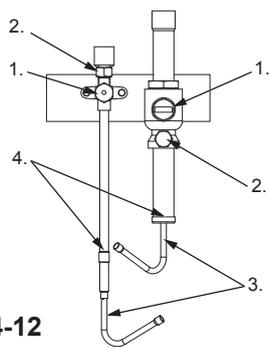

Fig. 4-12
4.5. Installazione della tubazione del refrigerante (tubo principale) (Fig. 4-12)